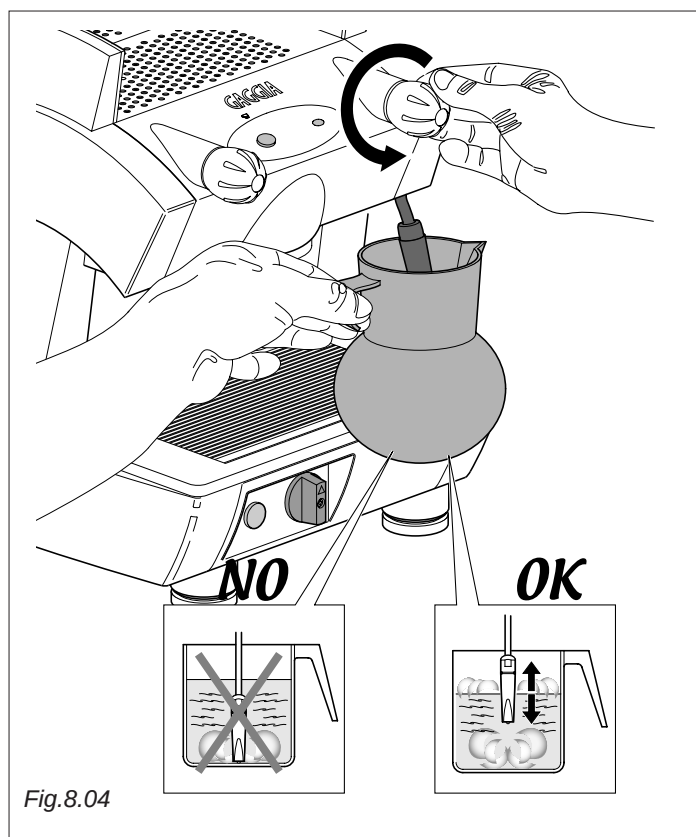

Fig.8.04
- Prendere un bricco riempito a metà con latte freddo e metterlo sotto il tromboncino del vapore (Fig.8.04).
- Ruotare lentamente la manopola del rubinetto (Fig.8.04) in senso antiorario per far fuoriuscire il vapore.
- Ruotare il bricco, con movimento circolare, facendo attenzione che l'estremità dell'ugello vapore non sia sempre immerso nel latte e "non portare il latte in ebollizione" (Fig.8.04).